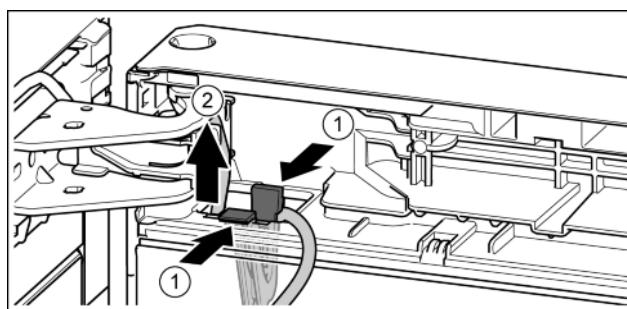

Fig. 21
- ▶ Нажать на соединительную накладку. *Fig. 21 (1)*
- ▶ Вынуть держатель кабеля с закрепленным на нем кабелем. *Fig. 21 (2)*